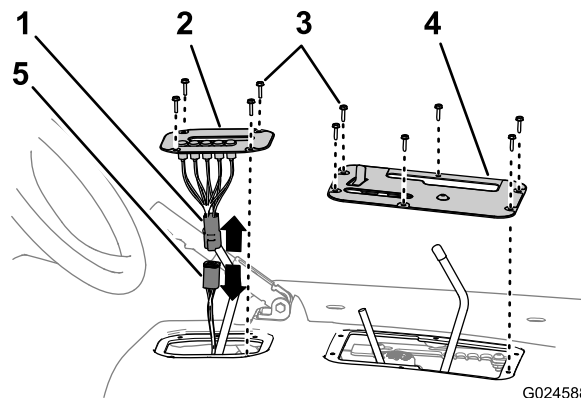

Figura 8
6. Remova os 4 parafusos de cabeça sextavada que prendem a cobertura do indicador de mudança ao resguardo do banco (Figura 8).
7. Eleve o conjunto do indicador de mudança de direção, desligue os conectores elétricos da cablagem da máquina e indicador e remova o indicador da máquina (Figura 8).
8. Remova os 6 parafusos de cabeça sextavada que prendem a cobertura do controlo ao resguardo do banco e retire a cobertura (Figura 8).